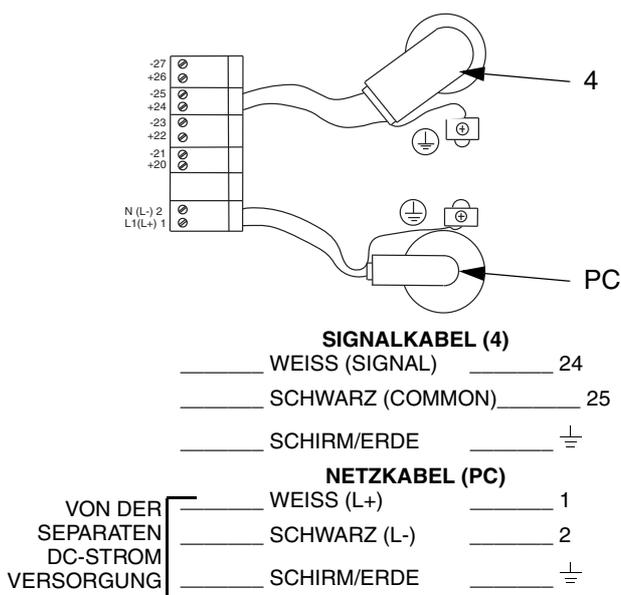

ABB. 9. Netz- und Signalanschlüsse am Volumenzähler, ProMix 2KS/2KE/3KS und ProControl 1KS
Das Signalkabel (4) ist ab Werk am Volumenzähler montiert. Das Netzkabel (PC) wird vom Kunden bereitgestellt. Bei Austausch oder Wartung der Kabel, siehe ABB. 9 und Tabelle 1 für den Anschluss an den Volumenzähler.